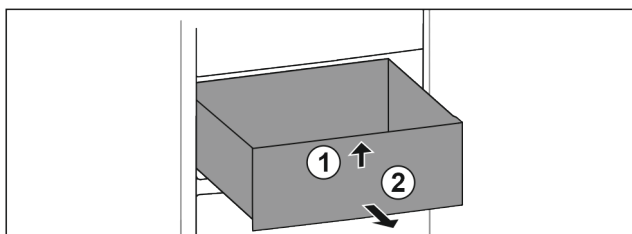

Fig. 99
- ▶ Løft skuffen fremefter. Fig. 99 (1)
- ▶ Tag skuffen ud fremefter. Fig. 99 (2)